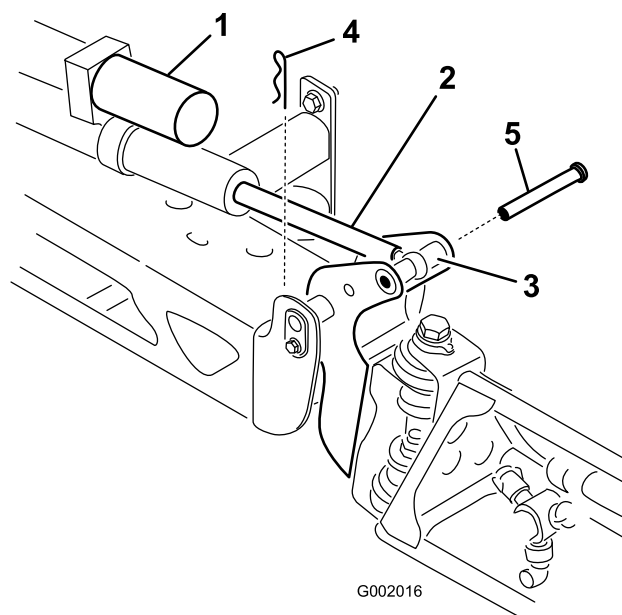

図 49
2. ピボット・ピンからコッター・ピンを抜き取る(図 49)。
3. ブームを持ち上げて、ピンを外す(図 49)。ブームをゆっくりとハードストップまで降下させる。
ながら、ブームのピボットとアクチュエータ・ロッドにピンを通す(図 49)。